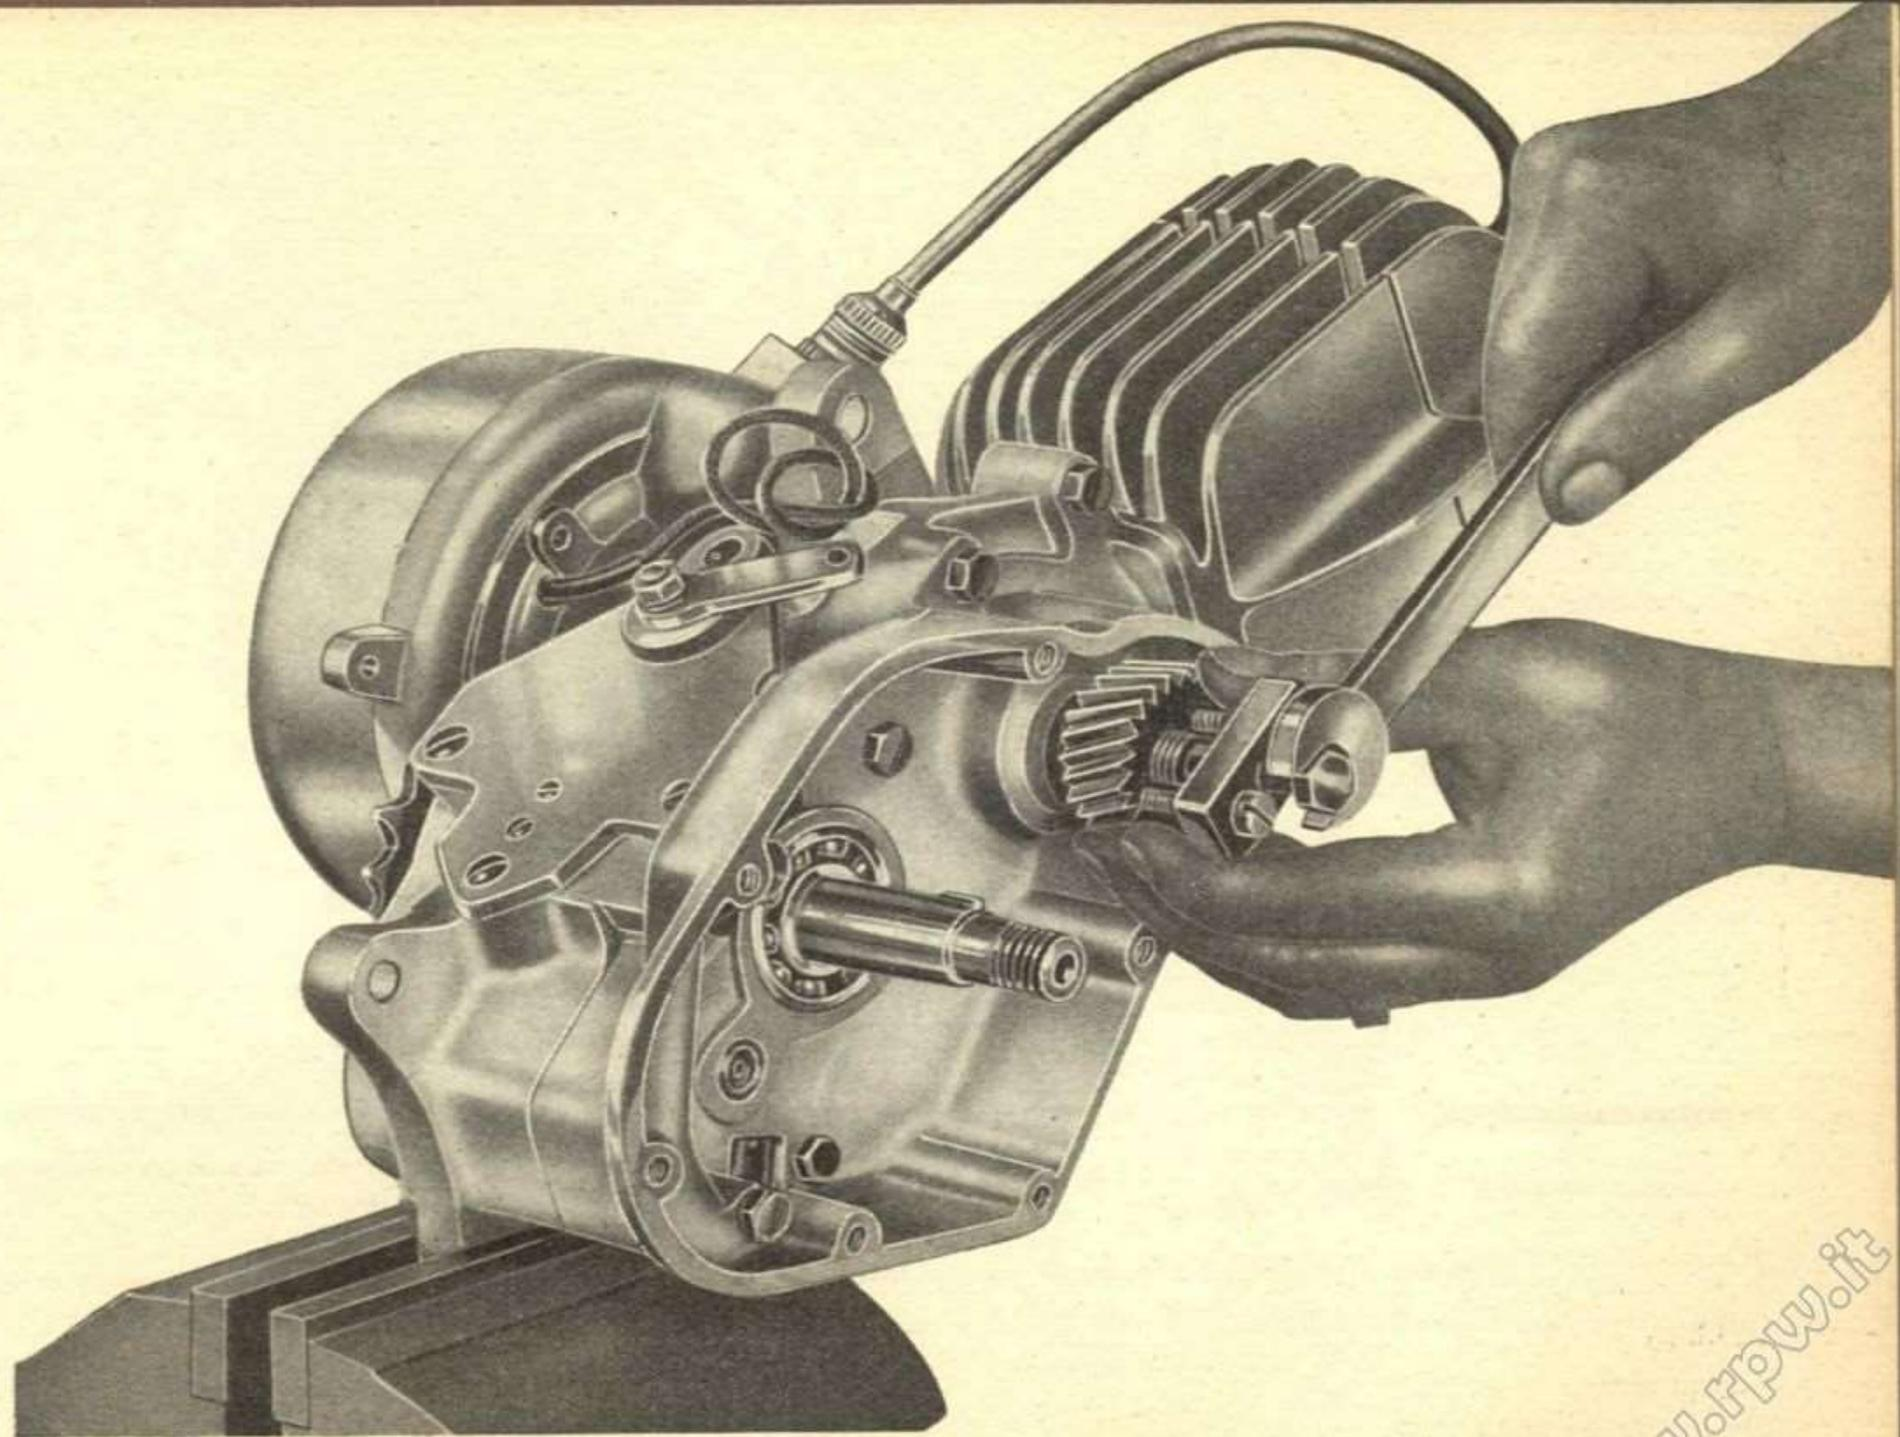

Fig. 10 - Estrazione del pignone motore
- il pignone motore mediante l'apposito estrattore (vedere fig. 10);